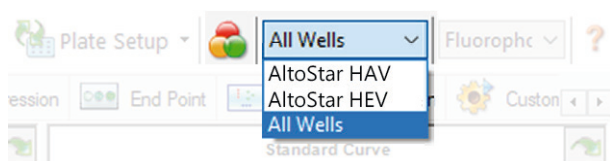

Figura 4: Pulsante Well Group (Gruppo pozzetto) e menu a discesa Well Group (Gruppo pozzetto)
Nella finestra Data Analysis (Analisi dei dati) assicurarsi di selezionare il **Well Group** (Gruppo pozzetto) del kit AltoStar® HAV RT-PCR Kit 1.5. Quindi, fare clic sul menu a discesa **Well Group** (Gruppo pozzetto) vicino al pulsante **Well Group** (Gruppo pozzetto) (vedere figura 4) della barra degli strumenti. Non usare il **Well Group** (Gruppo pozzetto) "All Wells" ("Tutti i pozzetti"). La selezione nella figura 4 è riportata unicamente a titolo di esempio generico.
1. Nella finestra Data Analysis (Analisi dei dati) assicurarsi di selezionare il **Well Group** (Gruppo pozzetto) del kit AltoStar® HAV RT-PCR Kit 1.5. Quindi, fare clic sul menu a discesa **Well Group** (Gruppo pozzetto) vicino al pulsante **Well Group** (Gruppo pozzetto) (vedere figura 4) della barra degli strumenti.